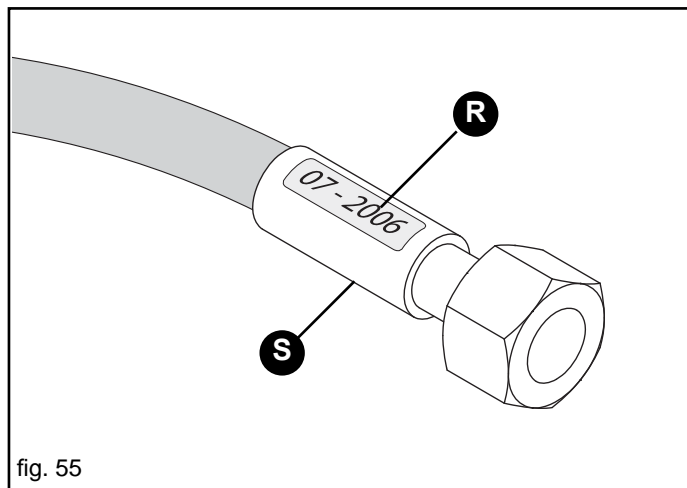

fig. 55
- perdite in prossimità dell'armatura del tubo (S, Fig. 55);
- corrosione dell'armatura (S, Fig. 55);
- superati i 5 anni dalla produzione (R, Fig. 55).